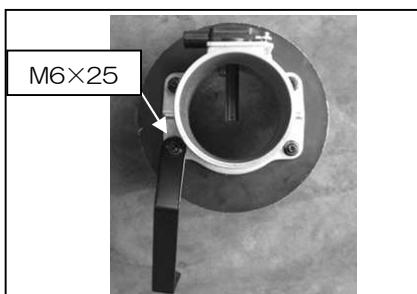

図6
- ②組み立てたエアフロアダプターと、アダプター、ステーを図6、7を参考に組み立てます。